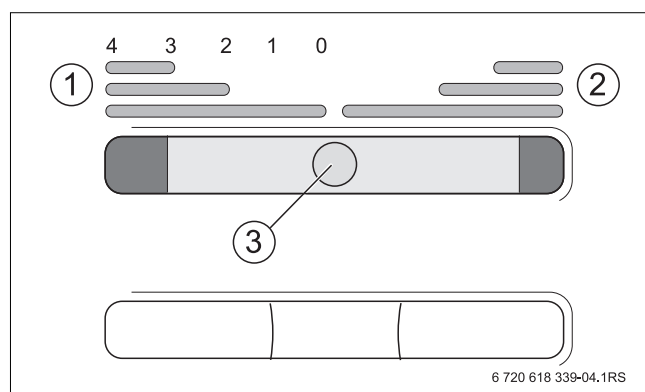

Bild 6 Verbrennungsluftschieber an der Aschetür
- Verbrennungsluftschieber [3] von der Mittelstellung ausgehend nach rechts führen (→ Bild 6).
- Verbrennungsluftschieber [3] von der Mittelstellung ausgehend nach links führen (→ Bild 6).
- Verbrennungsluftschieber nach rechts schieben, um die Wärmeleistung einzustellen (→ Bild 6).